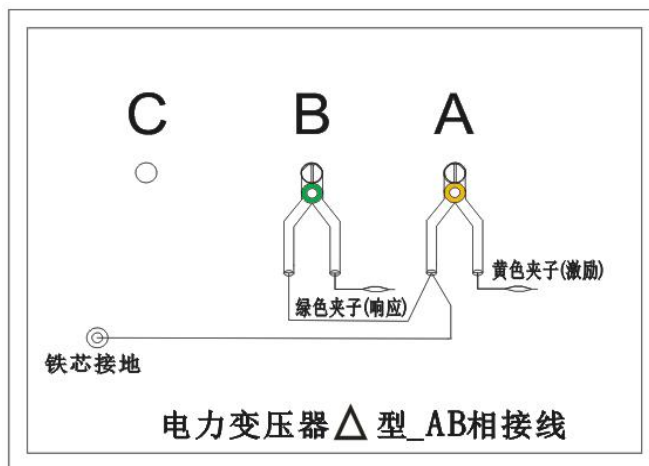

图 10
- 4.1.4 以上接线完成对三相△形的 AB 相测量接线，如图 10。